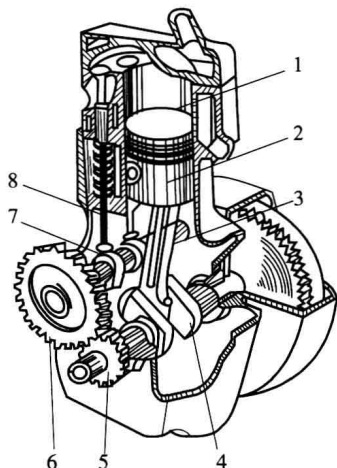

图 1-1-1 内燃机
内燃机如图 1-1-1 所示, ①请指出图中哪些是零件、构件、通用零件、专用零件、标准零件; ②概述内燃机中曲柄连杆机构是由哪些构件组成的, 它们的作用是什么?